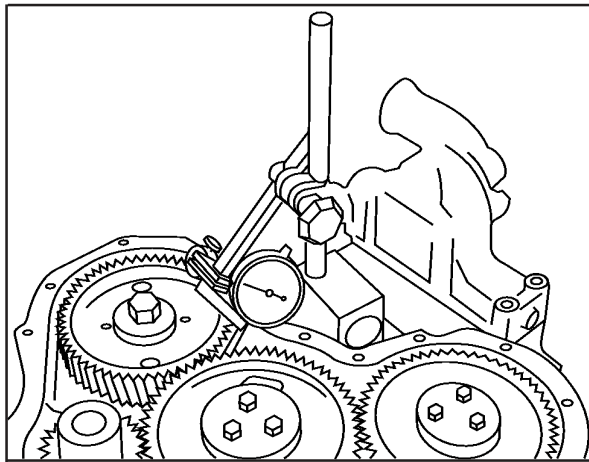

FIG 23
20. Verifique a folga entre dentes com relógio microcomparador, Veja **Fig. 23**; Folga mínima entre dentes 0,08 mm.